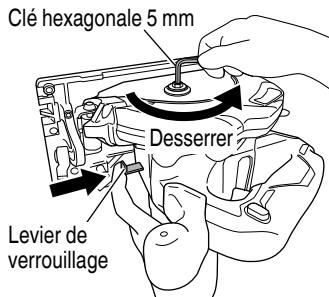

Fig. 9
- (1) Régler le volume de coupe au maximum, et placer la scie circulaire comme indiqué à la Fig. 9.